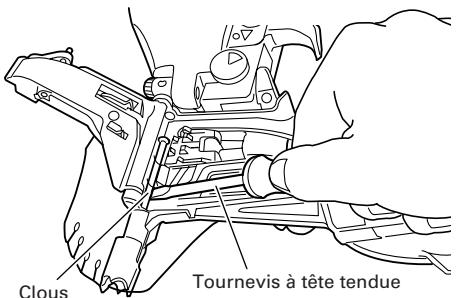

Fig. 15
- (2) Enlevez le clou coincé à l'aide d'un tournevis à tête tordue. (Fig. 15)